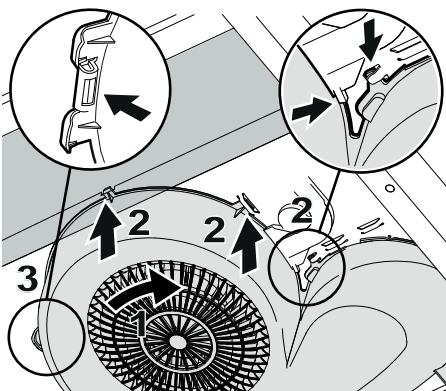

Fig.8
Se till att alla snäppen passar mot spisfläktens flikar. Vrid in fläkthuset (1) i flikarna (2). Tryck tillbaka fläkthuset snäppe i fliken (3).Fig.8